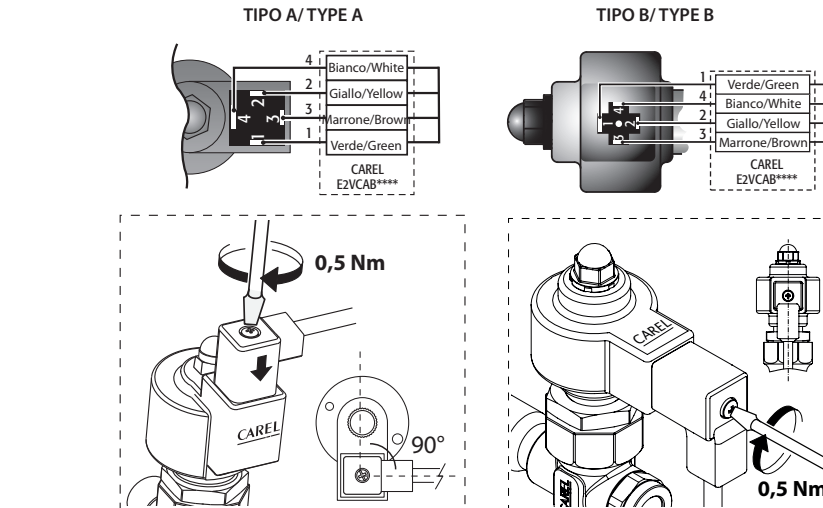

Fig. 3
8. Collegare il connettore già cablato al motore passo passo nel relativo alloggiamento e serrare la vite con una coppia di 0,5 Nm seguendo le indicazioni in Fig. 3. Collegare a questo punto l'estremità quadripolare del cavo nei relativi morsetti del Driver CAREL EVD*** o relativo controllo omologato CAREL ed impostare i parametri secondo il set riportato nella tabella sottostante.
8. connect the pre-wired connector to the socket on the stepper motor and tighten the screw, applying a force of 0.5Nm, following the indications in Fig. 3. Then connect the four-pin end of the cable to the corresponding terminals on the CAREL EVD*** driver or other approved CAREL controller, and set the parameters as shown in the table below.